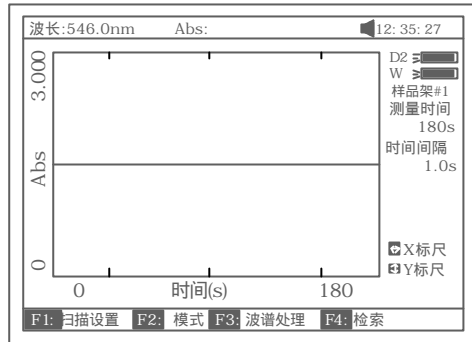
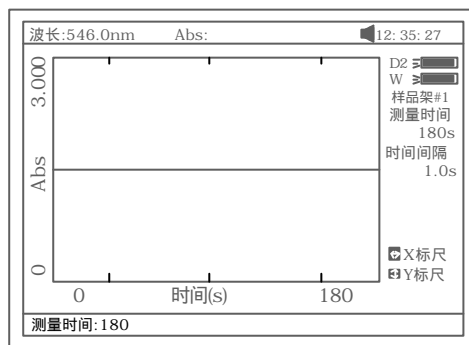

图 53
图 54
主界面中按【4】直接进入“动力学测量”界面如图 53 所示。按【ESC/STOP】退回到主界面。
在图 53 之显示界面下按【F1】设置试验参数,包括总运行时间,延时时间和时间间隔。按【】或【】键可选择 Y 轴标尺,图 54 示。
b. 在图 53 中，按【LOAD】键，再按【】或【】键选择后缀扩展名为\*\*\*.kin 的文件，按【ENTER】确认调入已存动力学实验曲线。